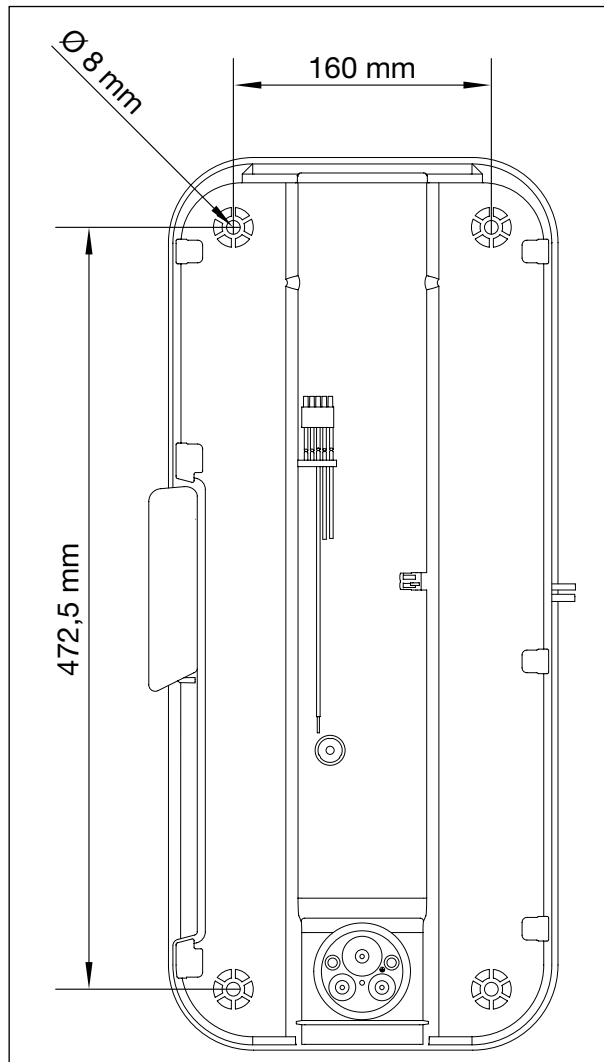

Abb. 8: Rückseite der Ladestation mit Lochabständen
- 1 Löcher entsprechend Abb. 8 an der Montagewand waagrecht und senkrecht anzeichnen.